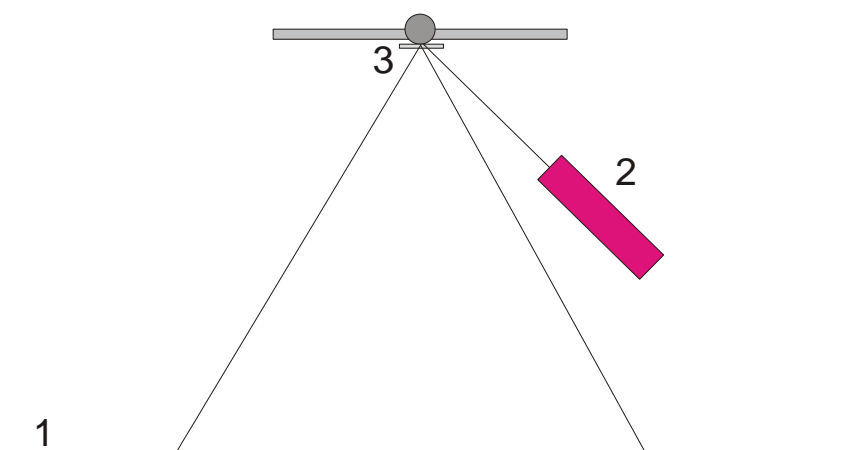

Fig. 5 Struttura dell'indicatore luminoso per la regolazione del punto zero (1 parete, 2 laser, 3 specchio)
- Montare la bilancia di torsione su un tavolo da lavoro stabile a circa 2-3 m di fronte a una parete piatta e collegarla al computer (vedere Fig. 5).